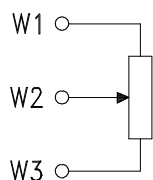

FIG. 1
MVBPA2	Per MVB46 - scheda con potenziometro aux. da 1 K $\Omega$ . Il potenziometro così installato presenta 0 ohm tra W3 e W2 e 1000 ohm tra W2 e W1 quando il servocomando è a scontro meccanico superiore (Vedi Fig.1) e una variazione di 50 ohm ogni mm di corsa in aumento tra W2 e W3 e in diminuzione tra W2 e W1. Disponibile a richiesta in sede di ordine servocomando e montato in fabbrica.
- (1) Con tensione fra N (Comune) Y1 (fase dal contatto del regolatore): il giunto del servocomando si alza. Con tensione fra N e Y2 il giunto si abbassa. Senza tensione il servocomando rimane nella posizione assunta.
- (2) Per MVB36 collegare il cursore del potenziometro del regolatore (165 Ω) al morsetto Y, un laterale a M e l'altro a V+.
- (3) Con ponticello SW2 in posizione C, (vedi Fig.1) e con segnale in aumento, il giunto si muove verso il basso.
- (4) Collegare l'indicatore con ingresso in corrente ai morsetti S3 (o S2) e S1. Collegare l'indicatore con ingresso in tensione ai morsetti S3 (o S2) ed M. Il valore estremo sinistro di tensione (corrente) corrisponde a giunto alzato.